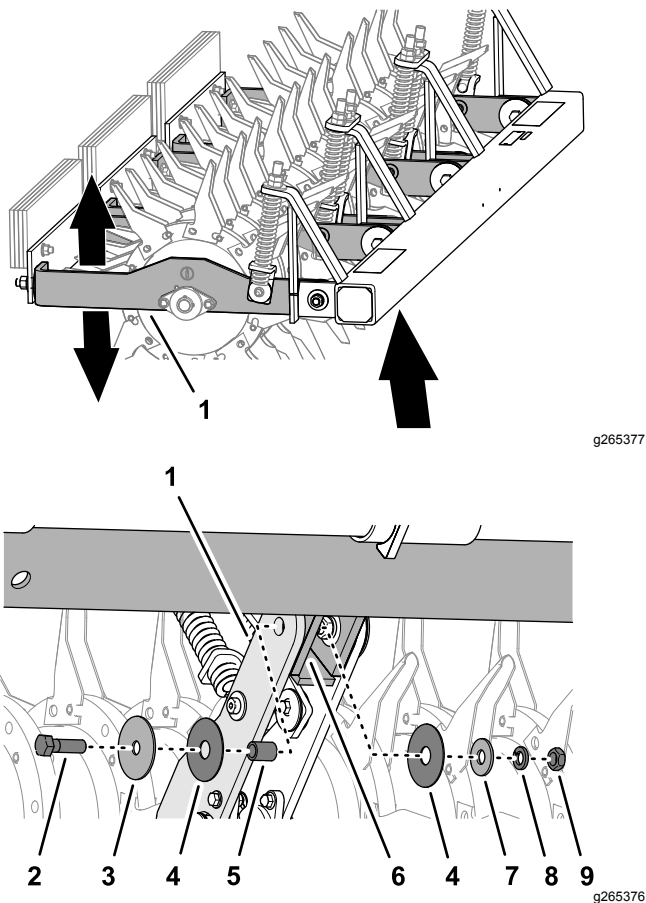

Figura 28
bronce insertado a presión en cada taladro de giro, entre los brazos principales y los soportes de montaje del bastidor (Figura 28).
2. Compruebe que los 6 brazos principales giran libremente (Figura 28).
- B. Retire el perno, la tuerca, las arandelas y los casquillos que fijan el brazo principal al soporte de montaje del bastidor (Figura 28) y compruebe si las fijaciones presentan daños.
- C. Monte el brazo principal al soporte de montaje del bastidor con el perno, la tuerca, las arandelas y el casquillo (Figura 28).